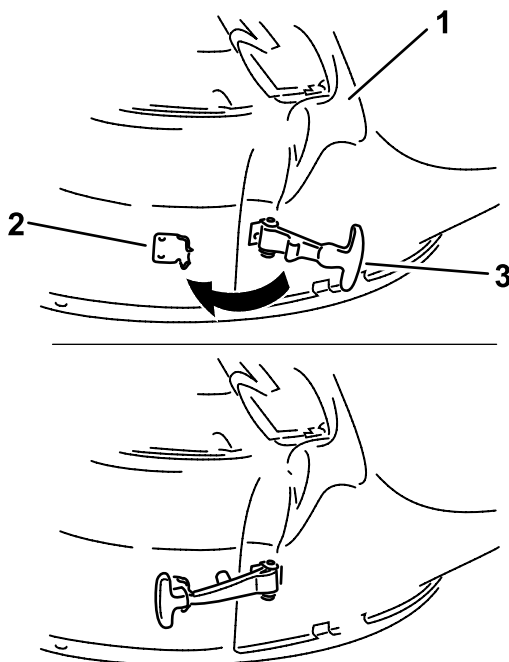

Bild 23
7. Haken Sie den flexiblen Verschluss am Auswurfkanal an der Befestigungsklemme ein, die an des Mähwerk angeschweißt ist (Bild 23).